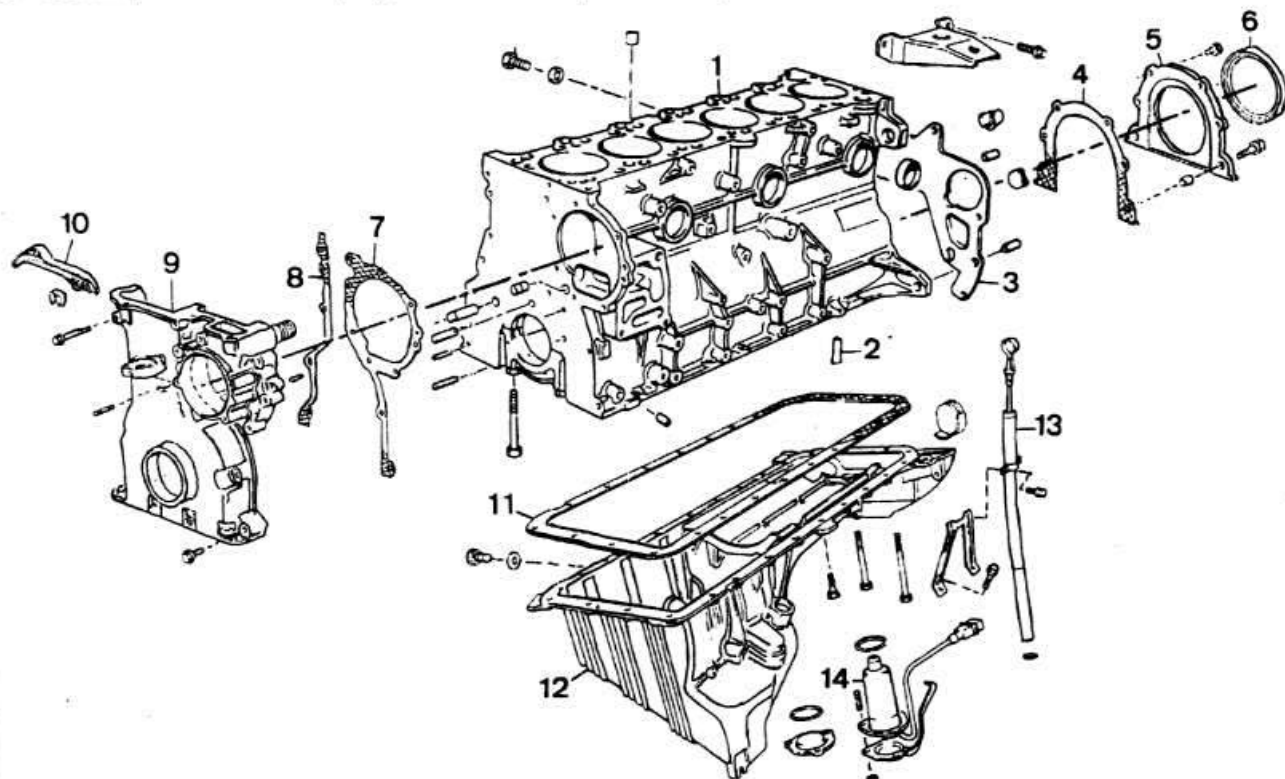

Рис. 2-36. Проверка шатунов
- Проверить непараллельность осей отверстий головок шатуна на длине 100 мм, расстояние «А» между которыми должно быть в пределах  $150 \pm 0,04$  мм, и скручивание «Б» стержня шатуна, которое не должно превышать  $0^\circ \pm 30'$  (рис. 2-36).